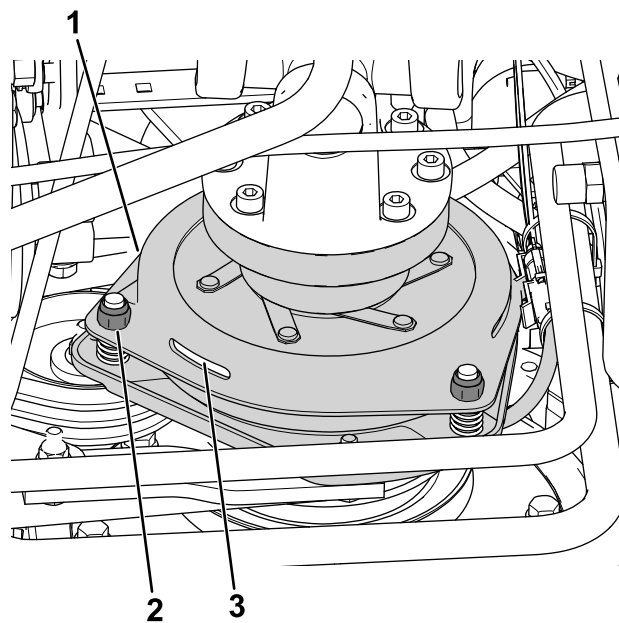

Figura 80
3. Ajuste el entrehierro hasta que pueda deslizarse una galga de 0.3 mm (0.012") entre la guarnición del embrague y la placa móvil con una ligera presión (Figura 80).
Nota: Puede reducir el entrehierro girando las tuercas de ajuste en sentido horario (Figura 80). El entrehierro máximo es de 0.6 mm (0.024"). Ajuste los 3 entrehierros a 0.4 mm (0.012").